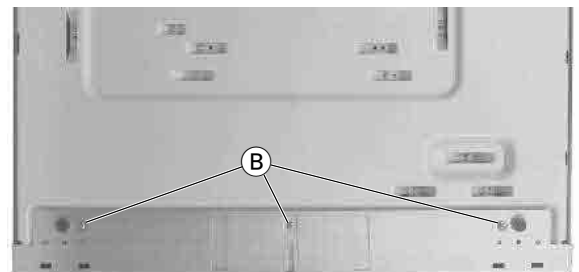

Fig. 2
- 3 Schrauben **B** herausdrehen (Fig. 2).
- Undo 3 screws **B** (Fig. 2).